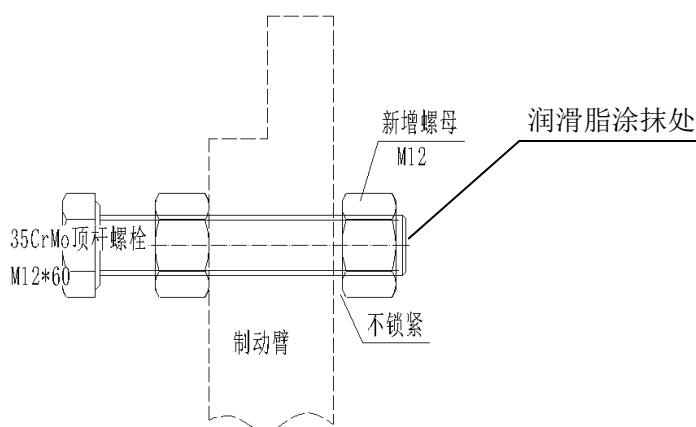

图4
3.2 将新材质(35CrMo)的顶杆螺栓序号2旋入序号4制动臂内，同时在靠近序号1动铁芯顶杆和顶杆复位弹簧处新增一颗M12的螺母，先不锁紧，在螺栓头部涂抹少量润滑脂（如图4）；